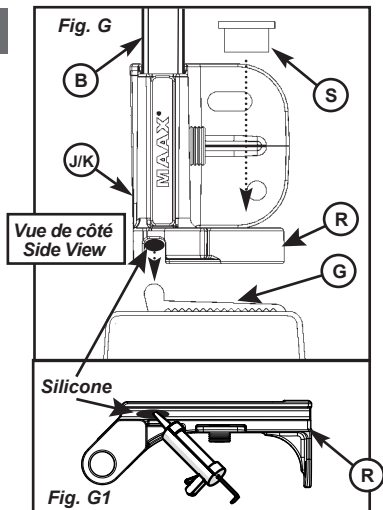

Fig. G1
IV. Appliquez du silicone en dessous du support d'axe. (R) (Fig. G1)
V. Vissez avec 4 vis (AA). (Fig. H)
IV. Apply silicone under the pin retainer (R) (Fig. G1)
V. Fasten with 4 screws (AA). (Fig. H)
- I. Enlevez la pellicule du ruban adhésif à partir du haut du profilé en U (F). Retirez tranquillement la pellicule autocollante * et appliquez une pression contre le mur. (Fig. R)
**Au besoin, dévissez légèrement les vis (AA) pour faciliter le retrait de la pellicule autocollante*